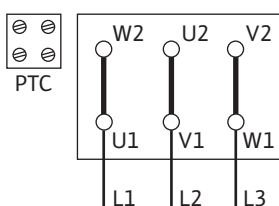

Fig. 12: Δ jungimas
- Maitinimo įtampa priklauso nuo variklio galios P2, tinklo įtamos ir įjungimo būdo. Kaip jungiami sujungimo tilteliai gnybtų dėžutėje, pateikta tolesnėje lentelėje bei Fig. 12, 13 ir 14.